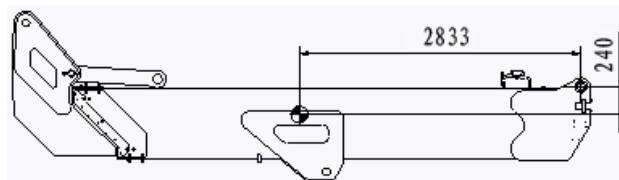

Рисунок 5-9 Схема положения центра тяжести башенной стрелы
- g) С помощью подъемного оборудования установите башенную стрелу на горизонтальное положение, снимите стопорный штифт 26 и штырь 27 в месте соединения между башенной стрелой и поворотной платформой и поднимите башенную стрелу (вес около 2875 кг) от поворотного стола, две точки подъема должны расположены в симметричных положениях по обе стороны от центра тяжести башенной стрелы, показанного на рис. 5-9.